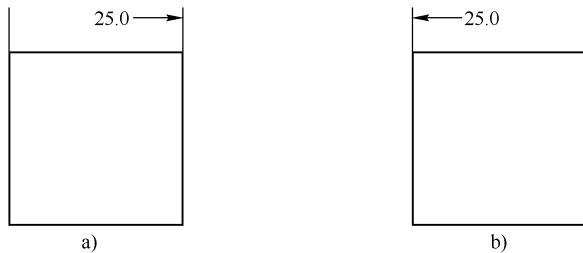

图 10-6 隐藏尺寸线效果
(5) 【隐藏】选项：通过选择【尺寸线 1】或【尺寸线 2】复选框隐藏尺寸线的两部分及尺寸终端，如图 10-6 所示。